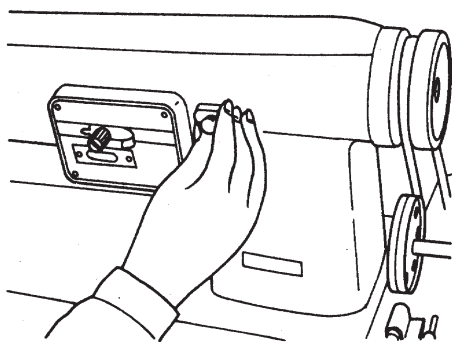

Fig. 13 Eleve y fije el regulador del largo de la puntada ③
perilla de ajuste del largo de la puntada y fijela (Fig. 13). ④ Saque los dientes de arrastre. ⑤ Saque la placa de agujas para bordar (JUKI B-1109-024-A00), que está en la caja de accesorios e insértela en el lugar de colocación de la placa de agujas. Vea que calce sin huelgos y esté firme. Las piezas que sacó al hacer la conversión deben permanecer en la caja de accesorios para ser usadas posteriormente.